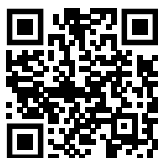

Fig. 180
- ▶ Otworzyć Liebherr SmartMonitoring Dashboard. (patrz Fig. 180)